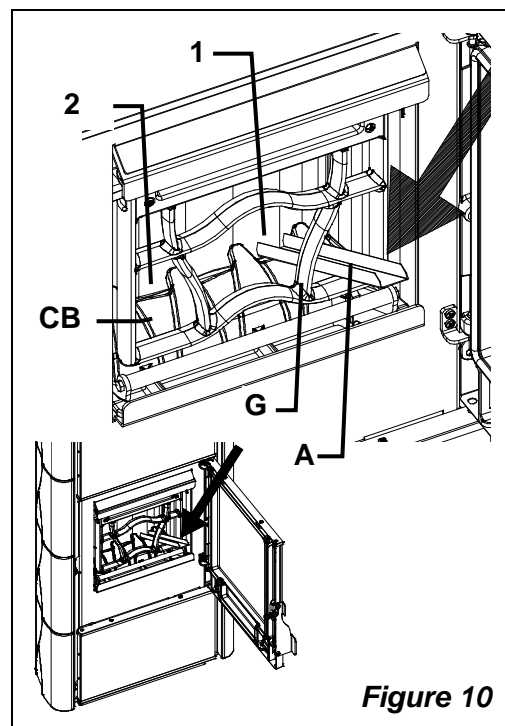

Figure 10
**IMPORTANT:** pour un allumage correct et uniforme deux petits cubes d'allume-feu sont nécessaire (Figure 10 pos. 1 pos. 2).
- Poser la rampe spécifique fournie en équipement (Figure 10 pos. **A**) sur la grille et sur le bord arrière du couvre-brûleur (pos. 1 pos. 2);
- Après avoir allumé les deux petits cubes en pos. 1 et pos. 2, **enlever la rampe et fermer la porte du feu.**